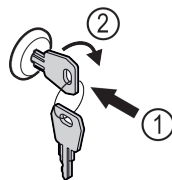

Fig. 172 Voorbeeld
- Sleutel erin duwen Fig. 172 (1).
- Sleutel 90° rechtsom draaien Fig. 172 (2).